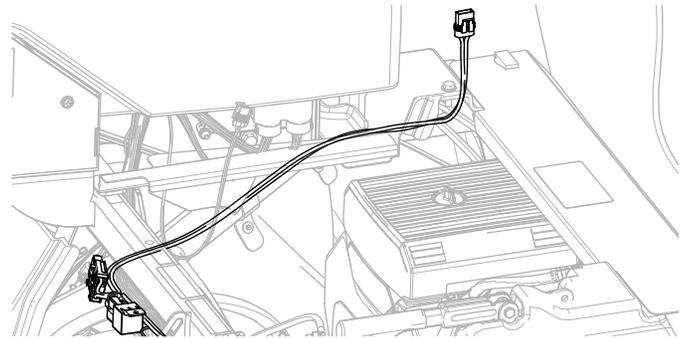

図5
2. ショックサポートチューブの右側に沿って、無コンソールカバーの下に電源ハーネスを配設する 図5。